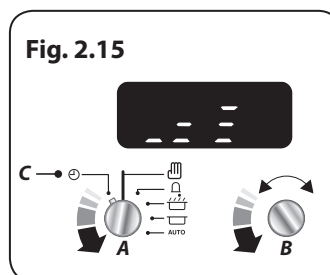

Fig. 2.15
Tournez le bouton du Programmeur (A) sur la position Horloge (C). Tournez le bouton Réglage (B) dans le sens antihoraire jusqu'à ce que les barres de volume s'affichent (**Fig. 2.15**).